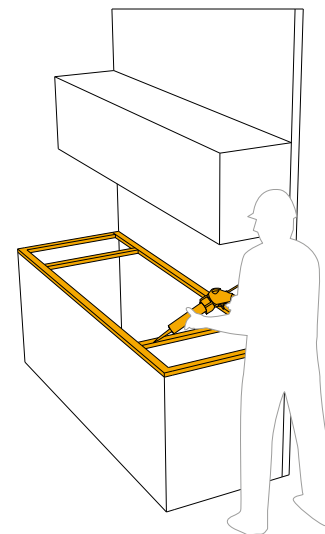

fig. 4
- Répartir le silicone de manière uniforme sur les poutres de support pour une adhérence optimale de la plaque (fig. 4);